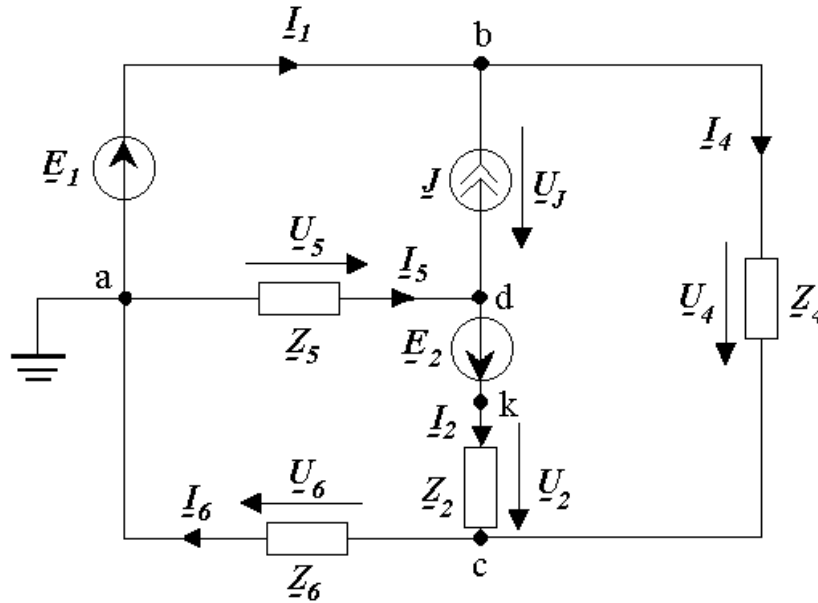

Рис. 12. К построению векторных диаграмм
6. Построим топографическую векторную диаграмму напряжений, и лучевую векторную диаграмму токов, при этом потенциал узла **a** примем равным нулю. Для этого изобразим комплексную схему замещения цепи с указанными на ней направлениями напряжений (рис. 12).